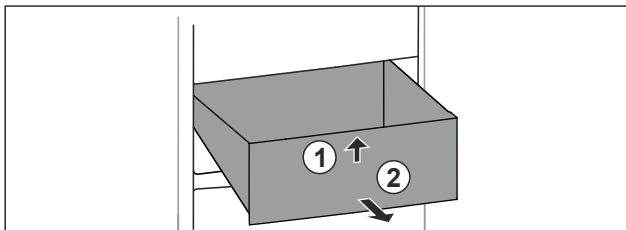

Fig. 30
- ▶ Soulever la partie avant du tiroir. Fig. 30 (1).
- ▶ Retirer le tiroir par l'avant. Fig. 30 (2)